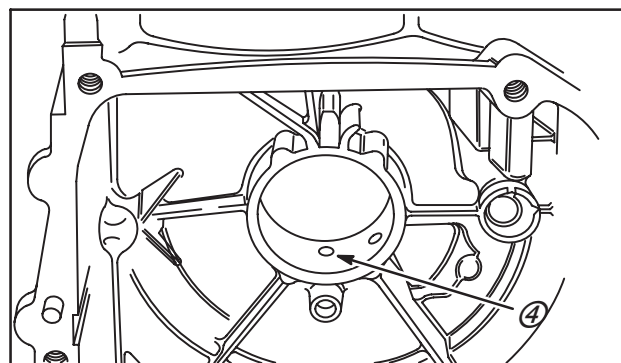

Fig. 10
NOTE : Sur les Modèles 171700, 191700, côté volant magnétique, placer la bague contre la face interne du cylindre, l'encoche alignée avec le trou d'huile dans le cylindre (4). Placer le raccord de la bague à l'opposé. À l'aide d'un burin ou d'un tournevis et d'un marteau, pratiquer une encoche dans la bague, Fig. 10.